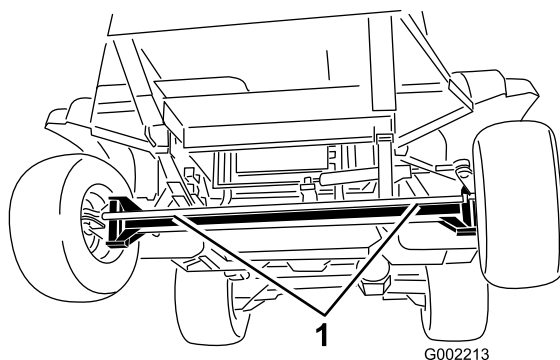
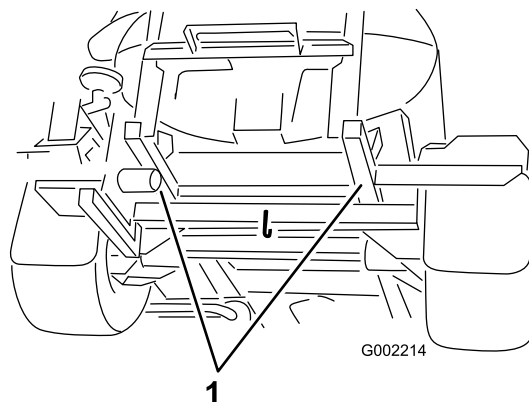

Bild 37
Bild 38
2. Befestigen Sie ein Abschleppseil am Rahmen. Siehe Abschlepppunkte vorne und hinten in Bild 37 und Bild 38.